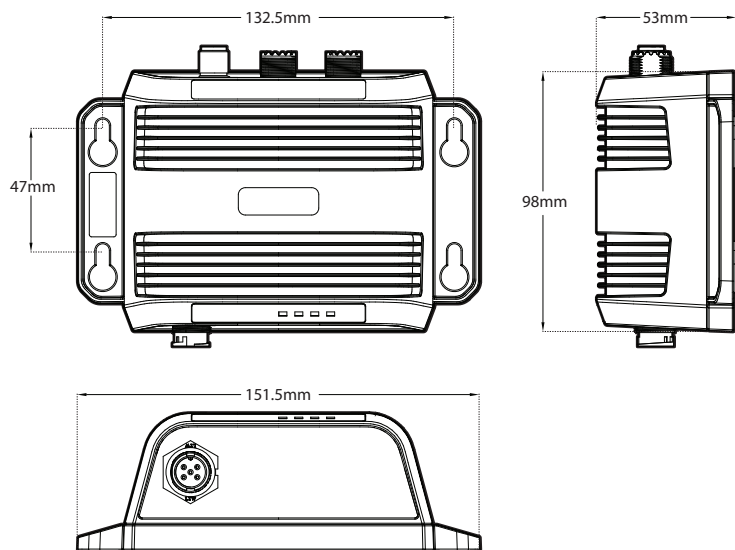

图 4 NSPL-500 的尺寸
- NSPL-500 周围应预留足够的空间用于电缆布线。关于 NSPL-500 尺寸的详细信息，请参见图 4。